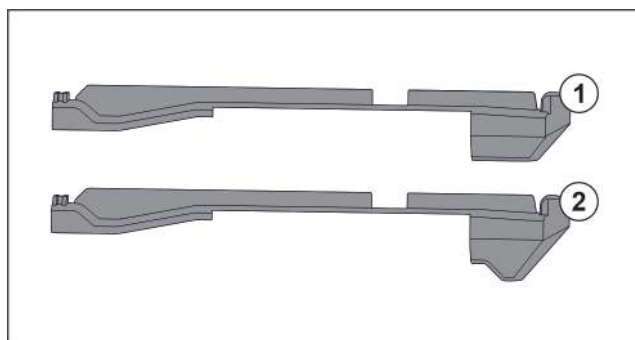

Fig. 74 Сравнение вставных частей
В устройстве находятся две разные вставные части. Вставная часть над самым нижним выдвижным ящиком Fig. 74 (2) имеет треугольную кромку. Все прочие вставные части Fig. 74 (1) имеют прямую кромку.
- Установите вставную часть Fig. 74 (2) с треугольной кромкой над самым нижним выдвижным ящиком.
- Установите вставную часть Fig. 74 (1) с прямой кромкой на все прочие места.